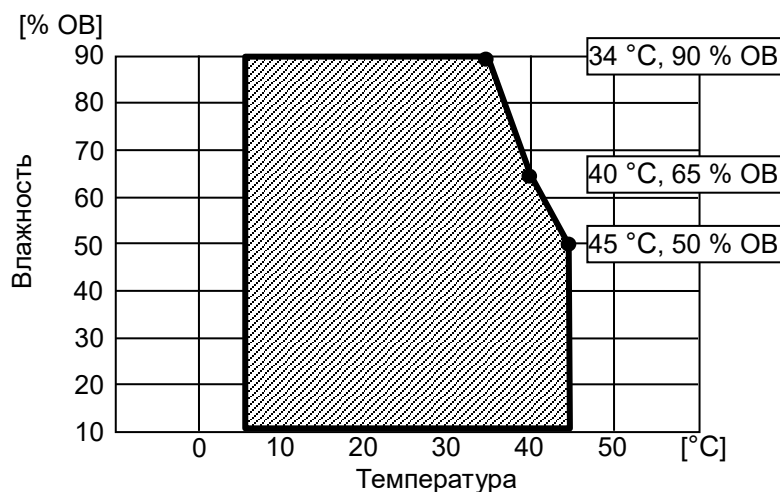

Рисунок 18-1 Диапазон рабочей температуры и влажности
*3: Гарантируемая влажность при каждой температуре находится в показанном диапазоне (см. Рисунок 18-1).